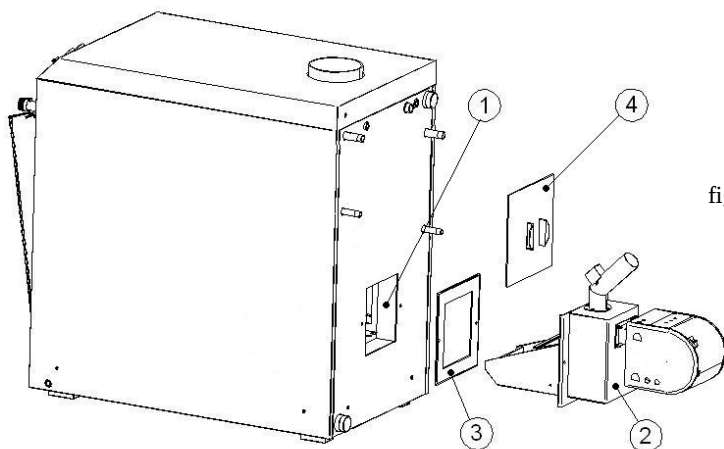

fig.13.
1. funcționare automată pe peleți, prin montarea arzătorului pe peleți (2) în ușa (orificiul) (1) de pe spatele cazanului utilizând garnitura de etanșare (3), fig.13.. Se va fixa în șuruburi M10, având grijă ca arzătorul să fie bine montat. Contactul dintre arzător și cazan trebuie să fie etanș, pentru a preveni scurgeri de gaze în camera centralei.
2. funcționare pe lemne și/sau deșeuri lemnoase cu alimentare manuală. Dacă această funcționare este pe o perioadă mai îndelungată, este indicat ca în acest caz să se demonteze arzătorul pe peleți, iar ușa (1) (orificiul) de pe spatele cazanului să se optureze cu placa metalică (4) fig.13. aflată în dotarea cazanului.